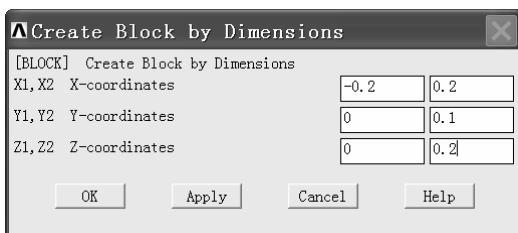
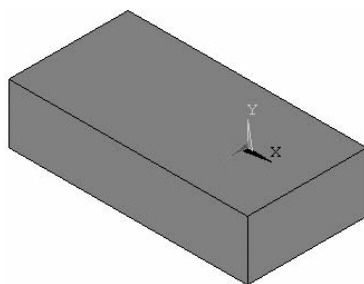

图 2-106 “Create Block by Dimensions” 窗口
图 2-107 生成一个方块
(2) 依次选择 Main Menu>Preprocessor>Modeling>Create>Volumes>Block>By Dimensions，弹出“Create Block by Dimensions”窗口（见图 2-106）。在“X1, X2 X-coordinates”后的两个方框中分别输入“-0.2”、“0.2”，在“Y1, Y2 Y-coordinates”后的两个方框中分别输入“0”、“0.1”，在“Z1, Z2 Z-coordinates”后的两个方框中分别输入“0”、“0.2”，单击“OK”按钮，生成一个方块（见图 2-107）。